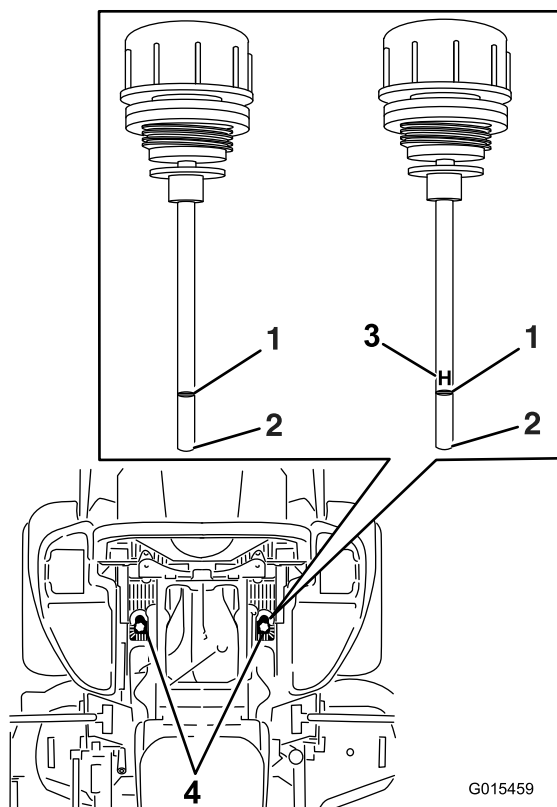

Figure 86
6. Nettoyez la surface autour des jauges des réservoirs du système hydraulique (Figure 86).
7. Sortez la jauge du réservoir hydraulique (Figure 86).
9. Ressortez la jauge et examinez l'extrémité (Figure 86). Si le niveau d'huile est au repère minimum, versez lentement la quantité d'huile qui convient dans le réservoir hydraulique pour faire monter le niveau jusqu'au repère maximum(**H**).